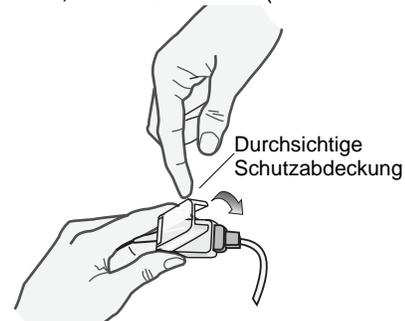

Abbildung 6
5. Setzen Sie die durchsichtige Schutzabdeckung auf den Anschluss, um ihn zu sichern (siehe Abbildung 6).
- Setzen Sie die durchsichtige Schutzabdeckung auf den Anschluss, um ihn zu sichern (siehe Abbildung 6).